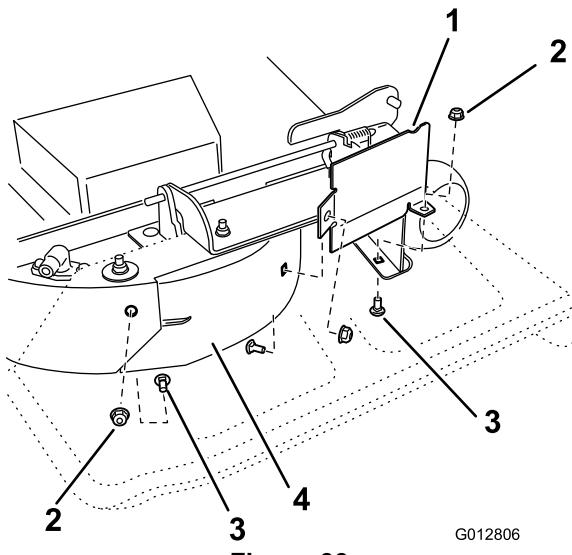

Figure 33
8. Sur la paroi arrière du plateau de coupe, retirez le boulon de carrosserie Bolt5_16x3_4; et le contre-écrou (5/16 inch) qui fixent le déflecteur au plateau (Figure 33).
9. Trouvez la protection du déflecteur sur le bord avant de l'ouverture d'éjection latérale. Retirez les fixations qui maintiennent la protection du déflecteur droit sur le plateau de coupe, comme indiqué à la Figure 33. Déposez le déflecteur et conservez toutes les fixations.